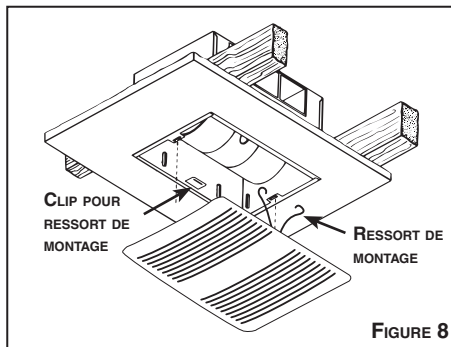

FIGURE 8
1. Voir la Figure 8. Serrer les ressorts de montage de la grille et les insérer dans les fentes du boîtier.